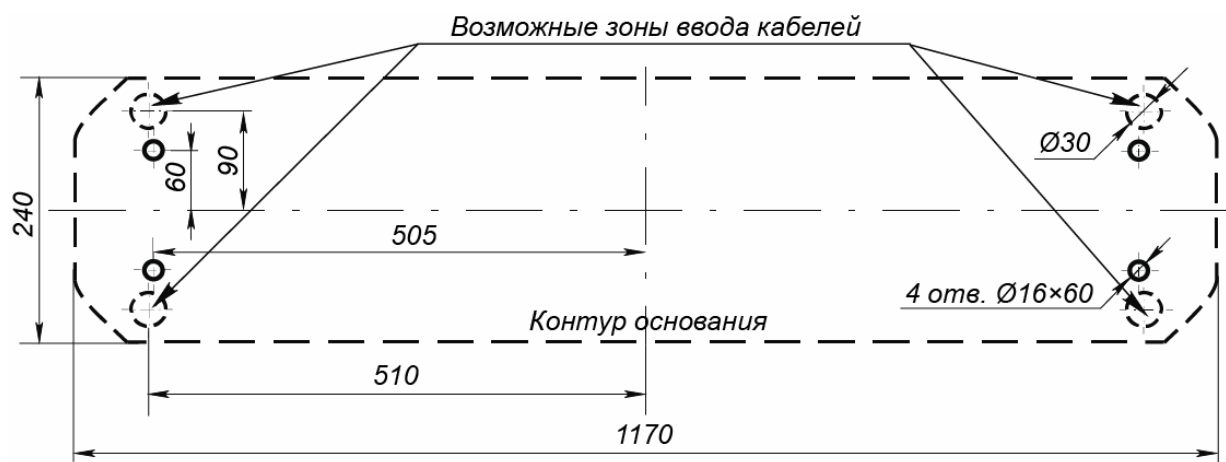

Рисунок 12. Схема разметки для установки стойки ЭП
4. Выполните на установочной поверхности в соответствии с рис. 12 разметку отверстий для монтажа стойки.
5. При необходимости прокладки кабелей под поверхностью пола подготовьте в полу кабельный канал, подходящий к одной из зон подводки кабелей, указанных на рис. 12.